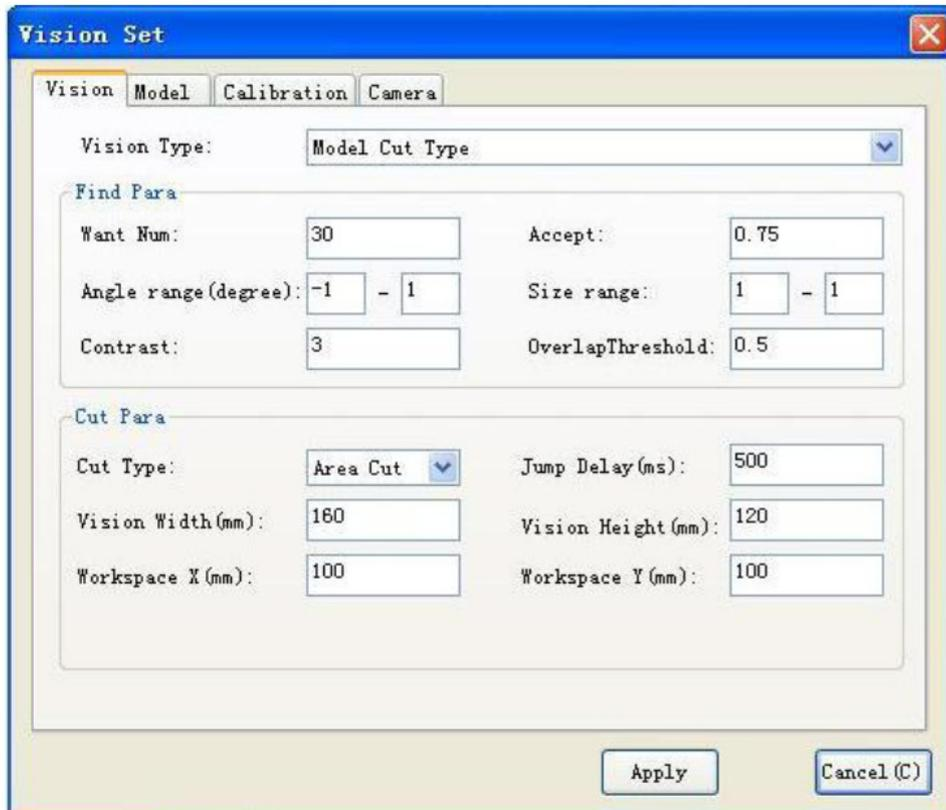

Fig. 4-9
1. Coloque o gráfico sob a câmera e clique com o botão "Captura em Tempo Real" para colocar o sistema no estado de monitoramento em tempo real. Clique “>>” para inserir os ajustes de parâmetro, como na Fig. 4-9